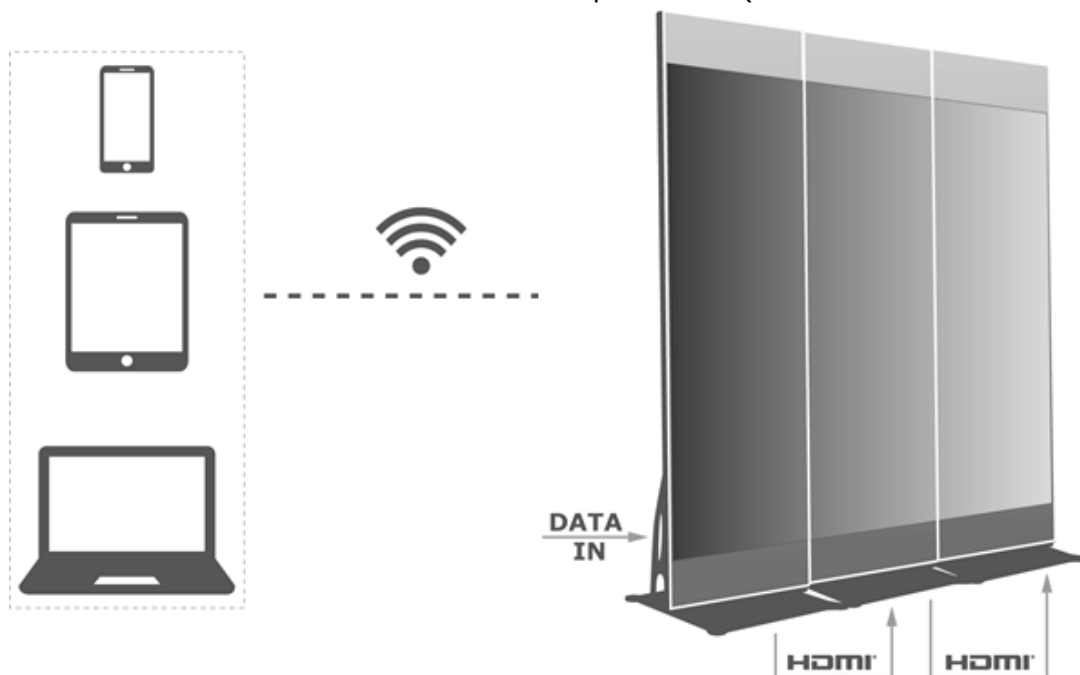

Figure 12 : Exemple de raccordement d'une affiche LED
- Connectez les appareils matériels. Par exemple, joignez 3 écrans et utilisez des sources vidéo externes (voir Figure 12).